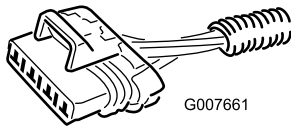

Figure 1
2. Recherchez une branche du faisceau de la machine équipée d'un connecteur à 4 douilles étiqueté **Foam Marker** (traceur à mousse) (Figure 1).